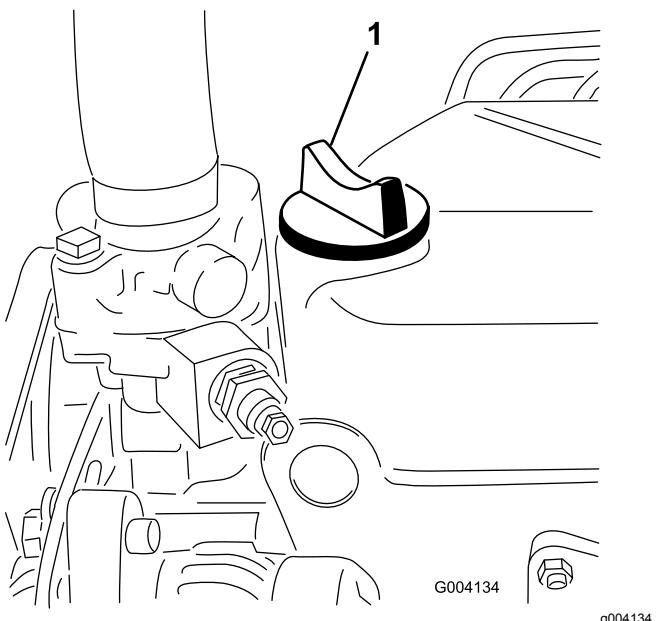

Figura 44
- Se o nível de óleo se encontrar abaixo da marca Cheio da vareta, retire o tampão de enchimento (Figura 44) e adicione óleo até que o nível atinja a marca Cheio. **Não encha demasiado.**